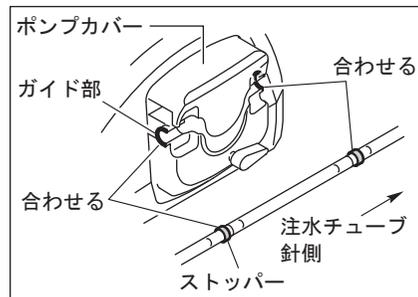

図6
- 2) 注水ポンプに、イリゲーションチューブセットを装着します。注水チューブ針がコントロールユニット後面にくるように、チューブ部分を注水ポンプ内に挿入し、ストッパーをガイド部に合わせてしっかりとはめ込んでください。(図6)